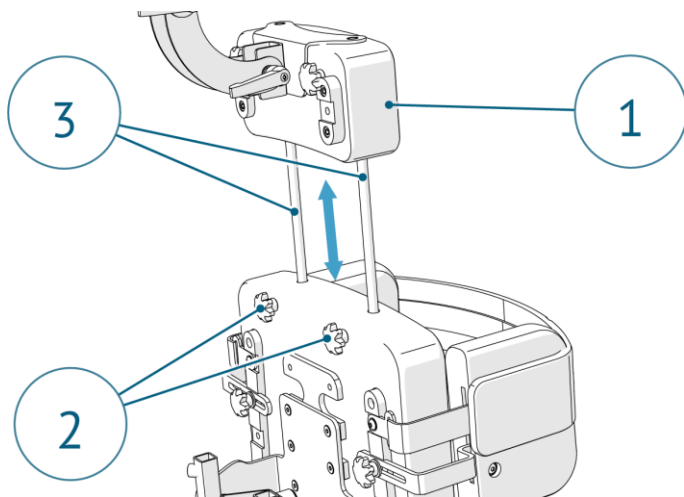

Рисунок 4. Регулировка дополнительной опоры
Для изменения положения дополнительной опоры (1) отверните рукоятки (2) фиксации держателя спинки (3) и установите опору на нужной высоте. Для фиксации дополнительной опоры в заданном положении, плотно затяните фиксирующие рукоятки (2) (рис.4).